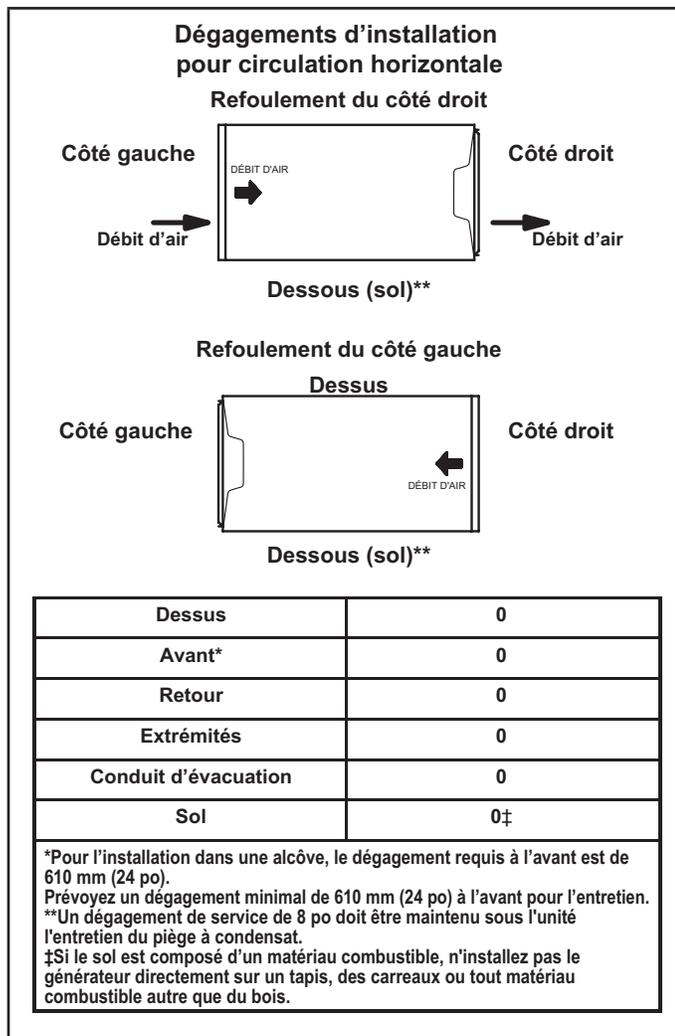

Figure 17
Le EL297UHVK peut être installé en configuration horizontale avec refoulement de l'air à droite ou à gauche. Reportez-vous à la Figure 17 pour les dégagements prescrits pour les configurations horizontales.
- 1 - Sélectionnez l'emplacement de l'unité en tenant compte des dégagements d'entretien et des autres dégagements nécessaires. Reportez-vous à la Figure 17.